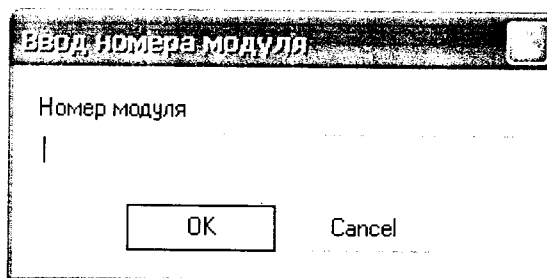
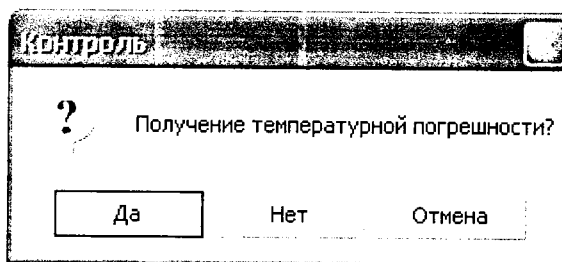

Рисунок 6 – Окно «Ввод номера модуля»
Рисунок 7 – Диалоговое окно «Контроль»
6.4.2.23 Нажать кнопку «Запуск контроля». На экране появится окно (рисунок 6).
6.4.2.24 В окне (рисунок 6) ввести заводской номер модуля и нажать кнопку «OK». На экране появится диалоговое окно, смотри рисунок 7.
6.4.2.25 При проверке в нормальных климатических условиях, в диалоговом окне «Контроль» нажать кнопку «нет» (рисунок 7).